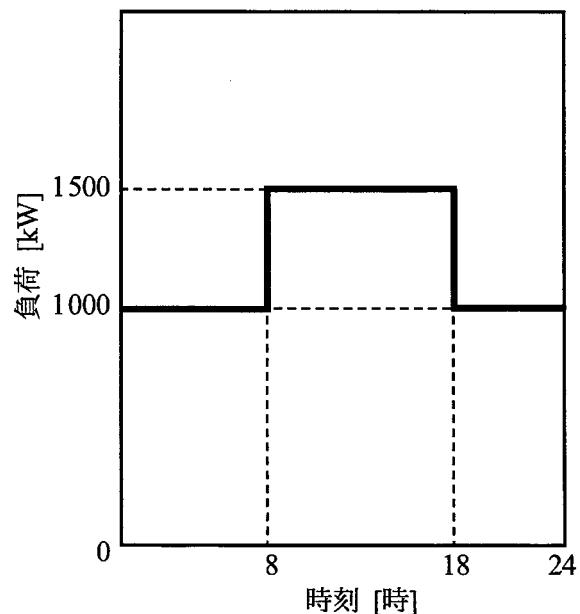

図3
このときの配電線路損失を求め、さらに日負荷曲線を図3のように平準化するとともに、力率改善した場合の配電線路損失を求める。
- 3) 平衡三相負荷を移行し、年間を通じて図 3 に示す日負荷曲線で運転するとともに、a 棟受電点に調相設備を設置して、常時の受電点力率を 100 % に改善する。この場合、調相設備が補償する進相無効電力は最大で **C** [abc] [kvar] であり、力率改善後の配電線路で発生する年間の損失電力量は、図 3 に示す日負荷曲線における力率改善前の損失電力量の **D** [ab] [%] となる。